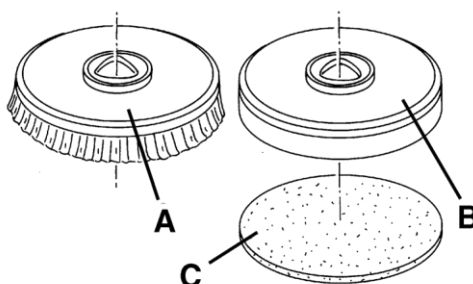

Figure 3
1. Selon le type de nettoyage à effectuer, la machine peut être équipée de brosses (A, Fig. 3) ou de porte-tampons avec tampons (C) ainsi que du plateau approprié.
2. Appuyer sur le bouton (66) pour démarrer la machine.
3. Mettre le régulateur de vitesse (4) sur ralenti en le tournant dans le sens anti-horaire.
4. Positionner les brosses (A) ou le porte-tampons (B) sous le plateau (18).
5. Baisser le plateau sur les brosses/porte-tampons en appuyant sur l'interrupteur (61).
6. Pour accrocher les brosses/porte-tampons, appuyer sur le panneau de commande (3), puis le relâcher. Si nécessaire, répéter la procédure jusqu'à ce que les brosses/porte-tampons sont engagés.
**Tourner le régulateur de vitesse (4) dans le sens contraire aux aiguilles d'une montre pour ramener au minimum la vitesse de la machine. Ne pas pousser à fond le panneau (3) sans quoi la machine se met en mouvement.**
7. Pour retirer les brosses/porte-tampons, il est nécessaire de soulever le plateau en appuyant sur l'interrupteur (61), puis appuyer sur l'interrupteur (67) et attendre que les brosses/porte-tampons tombe au sol.
8. Maintenez appuyé l'interrupteur (66) pendant près d'une seconde pour éteindre la machine.